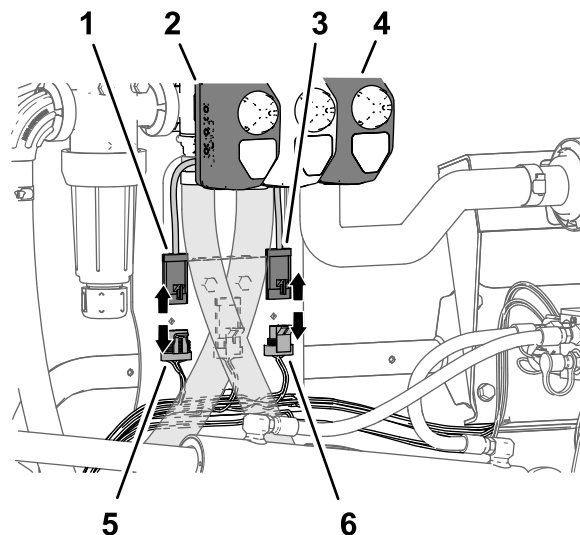

图 32
2. 将标有喷洒率阀的机器线束 4 插槽接头图 32 从喷洒率致动器的 4 针接头处断开。
3. 将标有主喷洒阀的机器线束 3 插槽接头图 32 从主喷洒阀致动器的 3 针接头处断开。